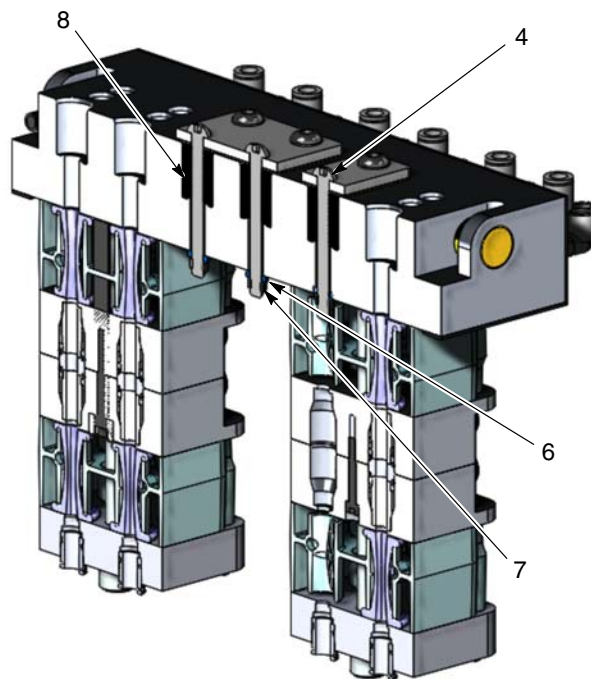

Figura 18 Vedere în secțiune a colectorului pompei cu bloc sifon
**NOTĂ:** Curățați placa de obturare (2) cu alcool izopropilic înainte de a aplica garnitura (1). Alinierea garniturii nu este simetrică.
1. Introduceți bușca (5) în orificiul pompei.
2. Aliniați placa de obturare adecvată (2) cu orificiile de pe colectorul pompei.
3. Introduceți șurubul cu cap bombat de 65 mm (4) prin partea superioară a plăcii de obturare.
4. Vezi Figura 18. Din partea inferioară a colectorului pompei, se montează șaiba (6) pe șurubul cu cap bombat de 65 mm (4) și apoi piulița (7).
5. Folosind o cheie Allen de 5 mm, introduceți șurubul cu cap bombat de 25 mm (3) în orificiul cu filet al pompei.
**NOTĂ:** Etanșarea colectorului (8), piesa Nordson 1608597, este pre-instalată. Dacă este necesară înlocuirea etanșării, aplicați adeziv pe o seringă sau pe un bețișor pentru urechi și fixați etanșarea în orificiul colectorului.